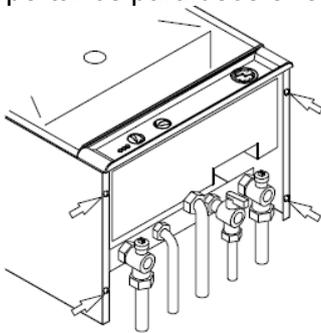
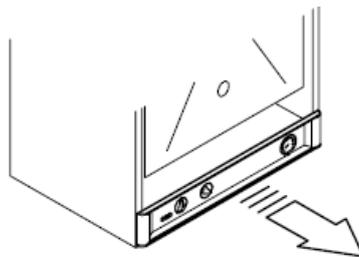
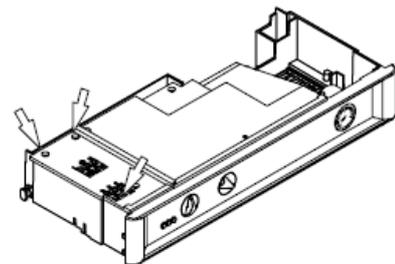

Fig. 5.5.
Fig. 5.6.
Fig. 5.7
Retirar o painel frontal da caldeira, como está indicado no capítulo “manutenção”, parágrafo 9.2. Desapertar os quatro parafusos indicados na fig. 5.5. Retire frontalmente o painel de comandos para ter acesso à régua de alimentação fig. 5.6. Desapertar os parafusos e retirar a tampa das régua de ligações, fig. 5.7.
1. Ligar o cabo de alimentação eléctrica procedente do interruptor bipolar à régua de alimentação eléctrica da caldeira, fig. 5.7., respeitando a correspondência entre fase (fio castanho) e o neutro (fio azul).